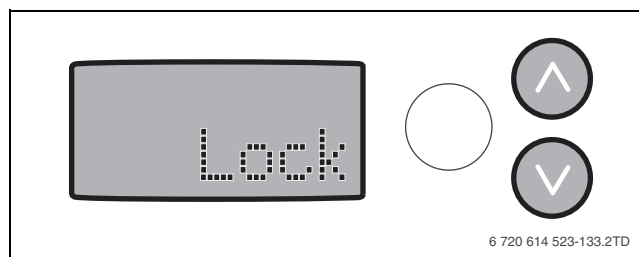

Рис. 40 Блокировка показана на дисплее
- На дисплее на 5 секунд появится слово «Lock» (→ рис. 40). Меню информации можно читать по-прежнему.